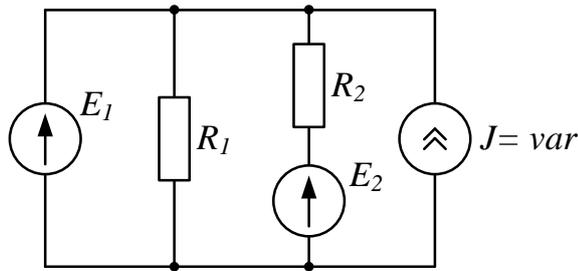

Рис. 2
2. Проанализировать влияние тока источника тока  $J$  на токи ветвей схемы (рис. 2).